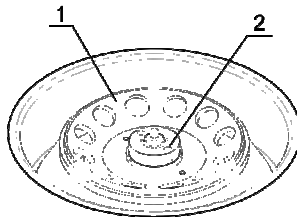

Abb. 1 Installation des Rotors
- Setzen Sie den Rotor (Abb. 1/1) ein und schrauben Sie ihn mit der Befestigungsmutter fest, indem Sie die Mutter mit den Schraubenlöchern nach oben einsetzen (Abb. 1/2) und sie mit dem Schraubenschlüssel im Uhrzeigersinn festziehen.
- Wenn die Zentrifuge eingeschaltet ist, drücken Sie die Taste Open (Öffnen) (Abb. 1/1) und öffnen die Außenklappe, indem Sie sie mit einer Hand herausheben.